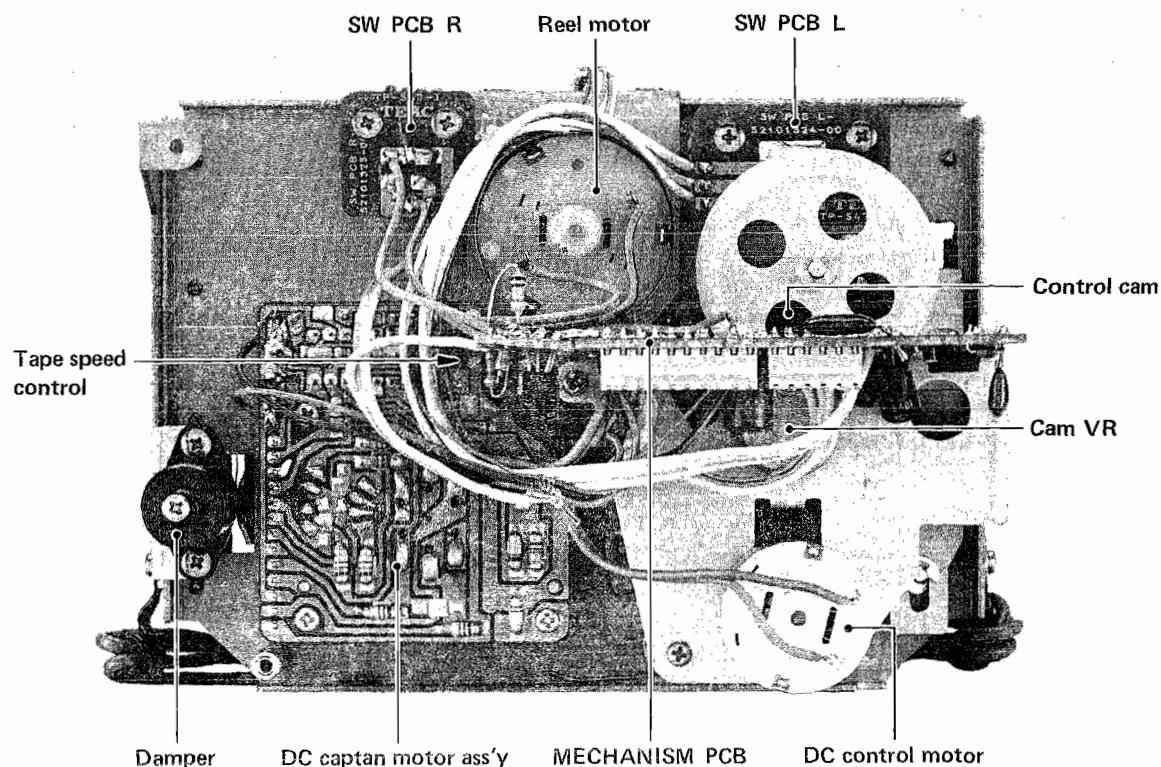
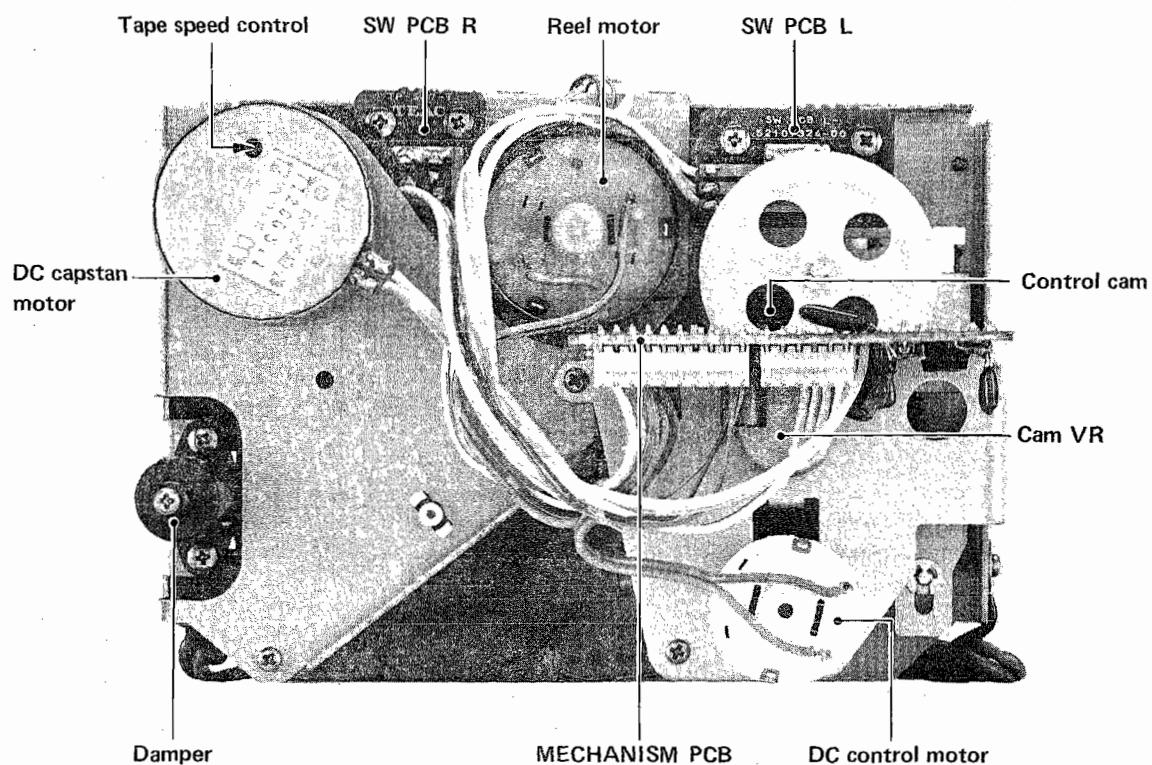

Fig. 3-3 Transport rear view トランスポート後面図 (V-900X)
Fig. 3-4 Transport rear view トランスポート後面図 (V-800X/V-700)
Refer to Fig. 3-3, Fig. 3-4 for control cam location
コントロール・カムの取付個所は図3-3, 図3-4参照
- Adjustor: V-900X: Semi-fixed resistor on DC capstan motor assembly's PCB (Fig. 3-3)
- V-800X/V-700: Semi-fixed resistor on the capstan motor (Fig. 3-4)